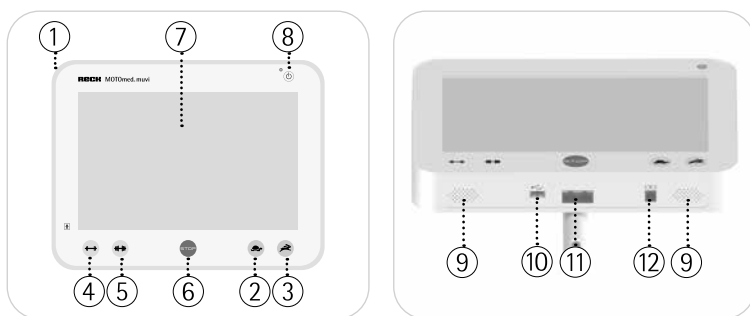

Fig. 5.1, 5.2
vedere Fig. 5.1 Premete il tasto on/off (8) e accendete il MOTOMed. Lo schermo si illumina.
vedere Fig. 5.1 In modalità Allenamento potete, premendo i tasti ②/③, variare il numero di giri del motore tra 1-60 giri/min.
vedere Fig. 5.1 In modalità Allenamento potete, premendo i tasti ④/⑤, variare la resistenza tra 0-20.
vedere Fig. 5.1 Con il tasto Stop ⑥ potete interrompere in ogni momento la seduta di allenamento.